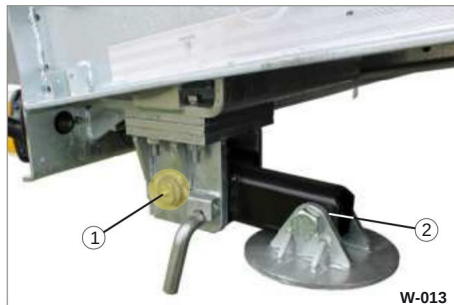

Bild 11 Smörjning av stöd
• Smörj stödfoten vid smörjnippeln (bild 11/1) med en fettspruta tills det kommer ut fett.
• Smörj lagerstället (bild 11/1) på båda sidor med maskinfett.